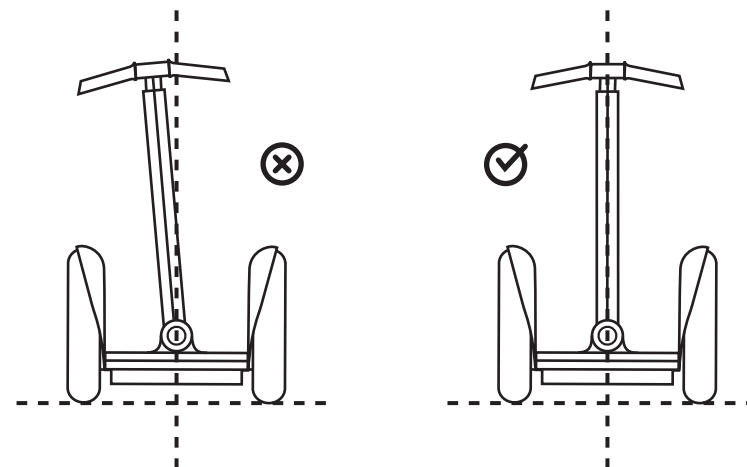

图 3. 将倾斜操纵架居中
7. 在拧紧紧固件之前，目视检查手把，确保其端正居中。如果不端正居中，请调节倾斜操纵架，将其调正居中。请参见图 3。